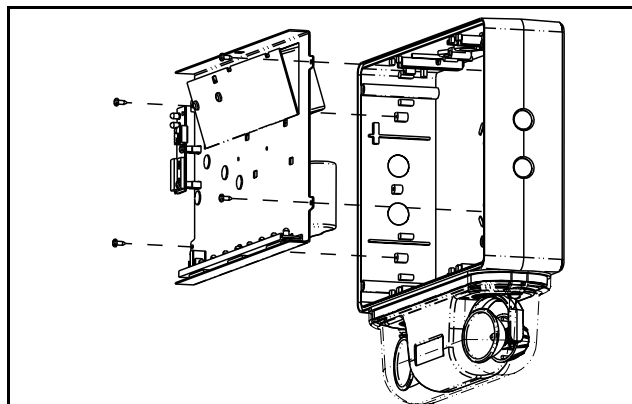
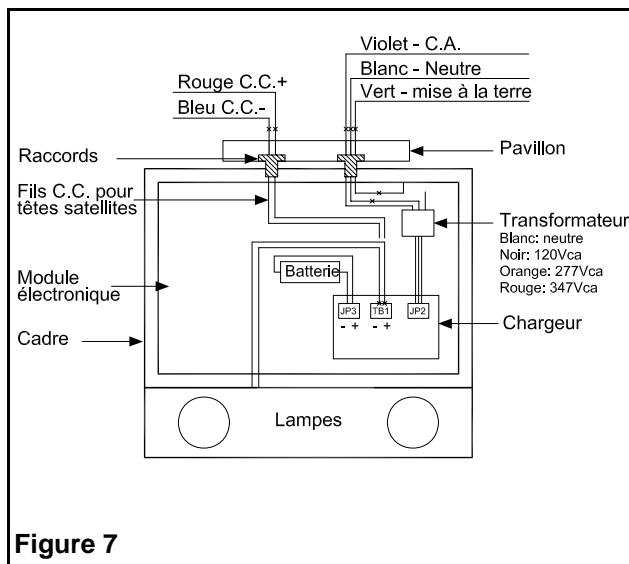

Figure 3 (single face)
Figure 7
- g. Pour accéder aux trous défonçables du cadre, retirer les 4 vis retenant le module électronique au cadre afin de les séparer (voir figure 3 & 4). Débrancher les fils des lampes avant d'enlever le module (voir figure 7 bornier TB1).
- c. retirer les 4 vis retenant le module électronique au cadre afin de les séparer (voir figure 3 & 4). Débrancher les fils des lampes avant d'enlever le module (voir figure 7 bornier TB1).
2. **Connexions électriques:** À l'aide du raccord fileté et fils C.A. (3 fils), connecter une extrémité aux conducteurs du transformateur, à l'intérieur du boîtier, puis l'autre extrémité à la ligne C.A. dans la boîte de jonction. Connecter le conducteur blanc au neutre, le violet à la ligne C.A. et le vert à la mise à la terre (voir figure 7).